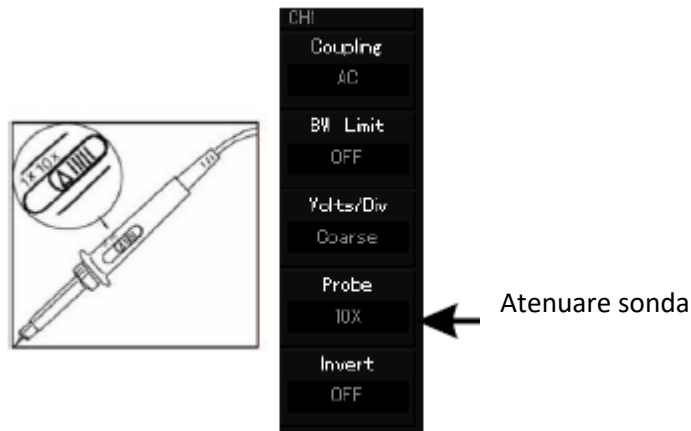

Fig. 1-6
② Apasati butonul F4 pentru a afisa pe ecranul osciloscopului atenuarea de 10 x (asa cum se arata mai jos, fig. 1-6))